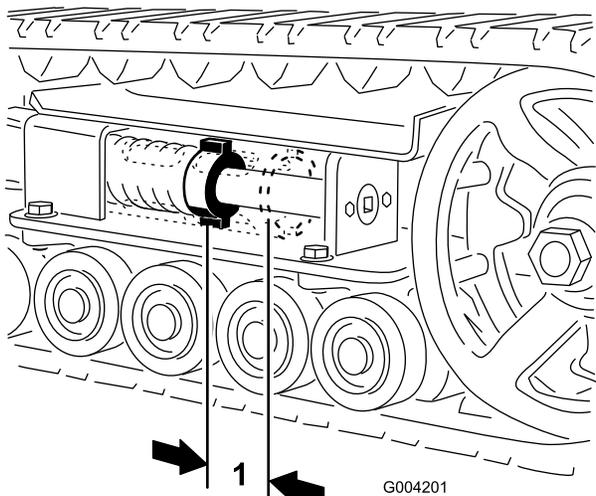
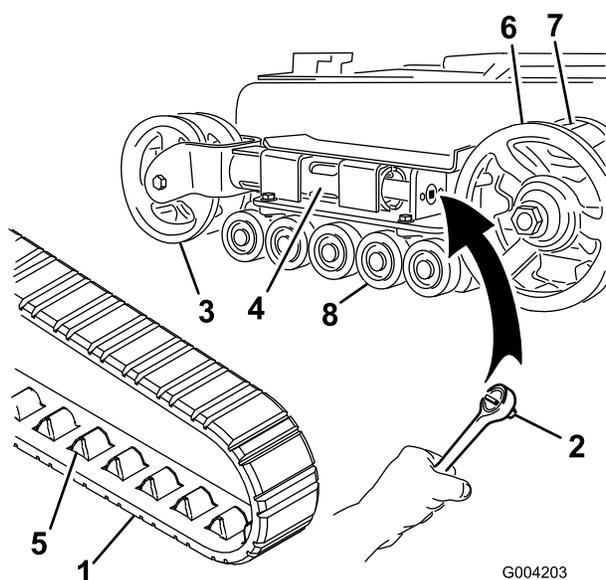
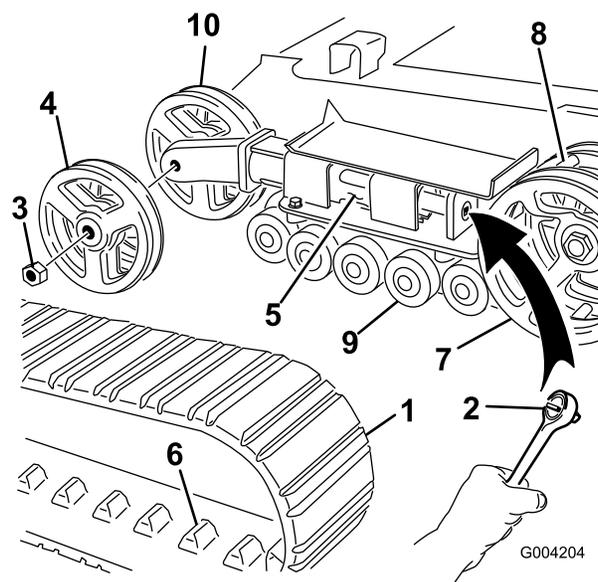

**Figura 40**
Figura 41
Figura 42
3. Togliere il bullone di bloccaggio e il dado (Figura 40).
4. Utilizzando una chiave a tubo da 1/2 pollice (13 mm) (Figura 41), girare la vite di tensione in senso antiorario fino a portare la distanza tra il dado di tensione e la parte posteriore del tubo di tensione (Figura 39) a 7 cm.
5. Allineare l'intaglio più vicino della vite di tensione al foro del bullone di bloccaggio e fissare la vite con il bullone di bloccaggio e il dado (Figura 40).
4. Utilizzando una chiave a tubo da 1/2 pollice, scaricare la tensione girando la vite di tensione in senso orario (Figura 40 e Figura 41).
4. Utilizzando una chiave a tubo da 1/2 pollice (13 mm), scaricare la tensione girando la vite di tensione in senso orario (Figura 40 e Figura 42).
5. Spingere la ruota di tensione verso il retro dell'unità in modo da spostare il tubo di tensione contro il telaio (Figura 41). (se non riesce a toccare il telaio, continuare a girare la vite di tensione fino ad ottenere il contatto).
7. Dopo avere liberato il cingolo dalla ruota di tensione, toglierlo dalla ruota conduttrice e dalle ruote non motrici (Figura 41).
8. Avvolgete il nuovo cingolo iniziando dalla ruota conduttrice e controllando che i denti del cingolo si alloggino tra i distanziali della ruota stessa (Figura 41).
9. Spingere il cingolo sotto e tra le ruote non motrici (Figura 41).
5. Spingere la ruota di tensione verso il retro dell'unità in modo da spostare il tubo di tensione contro il telaio (Figura 42). (se non riesce a toccare il telaio, continuare a girare la vite di tensione fino ad ottenere il contatto).
6. Togliere il dado di fissaggio della ruota di tensione esterna e rimuovere la ruota (Figura 42).
7. Togliere il cingolo (Figura 42).
8. Togliere il dado di fissaggio della ruota di tensione interna e rimuovere la ruota (Figura 42).
12. Montare la ruota di tensione interna e fissarla con il dado tolto in precedenza (Figura 42).
14. Montare il nuovo cingolo, accertandosi che gli attacchi del cingolo si inseriscano tra i denti al centro della ruota conduttrice (Figura 42).
15. Montare la ruota di tensione esterna e fissarla con il dado tolto in precedenza (Figura 42).